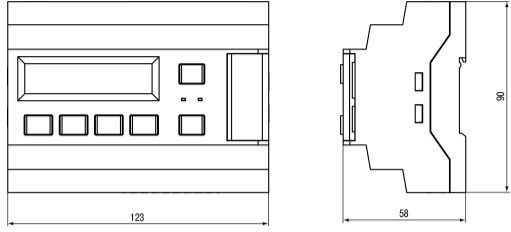

Рисунок 1 – Габаритные размеры
1. Подготовить на DIN-рейке место для установки прибора с учетом размеров корпуса (см. рисунок 1).